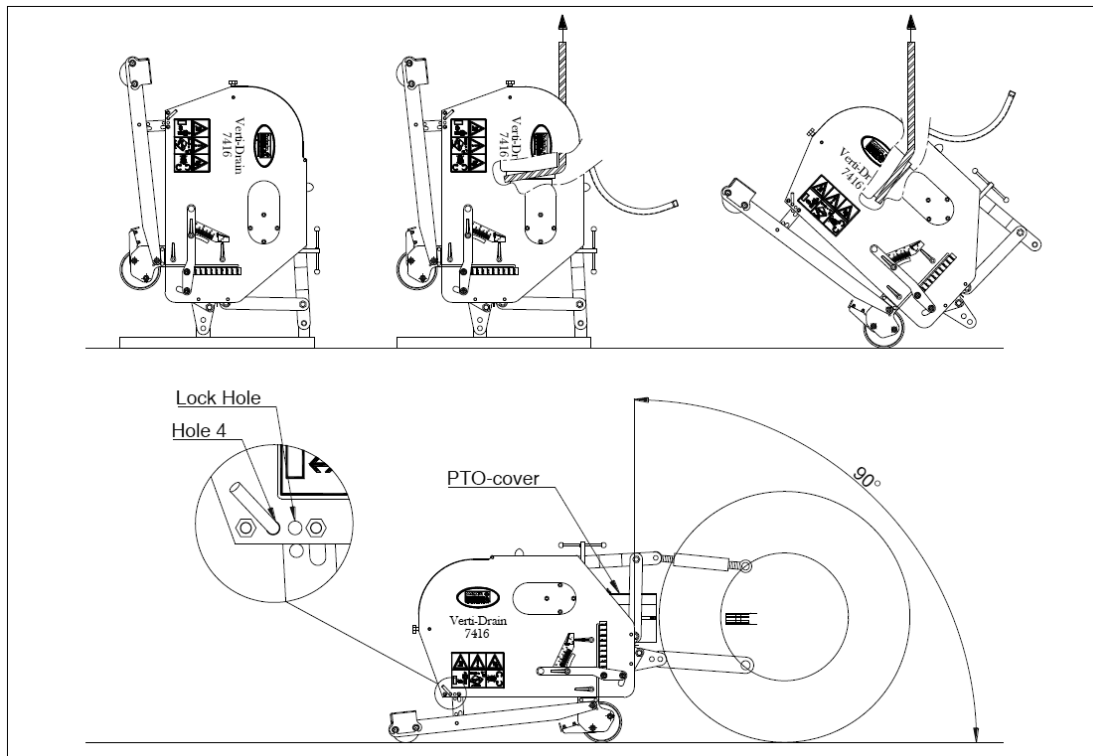

Fig. 1
Maskinen är placerad vertikalt på lastpallen. För att ta bort lastpallen och ställa maskinen horisontellt på marken, utför följande steg (se bild 1):
- @ Om din VERTI-DRAIN inte är rätt monterad bakom traktorn, se fig. 1., kan olika vinklar hos grenaxeln förorsaka vibrationer i maskinens drivsystem. Dessa skakningar kan skada både maskinen och hålen i marken.